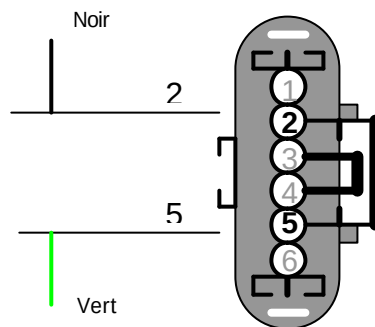

fig.1
- Soudez le fil vert (3) en position 2 dans le connecteur de la pédale (fig.1).
- Soudez le fil noir (6) en position 6 dans le connecteur de la pédale (fig.1).
- Soudez le fil vert en position 5 dans le connecteur de la pédale (fig.1).
- Soudez le fil noir au fil en position 2 dans le connecteur de la pédale (fig.1).